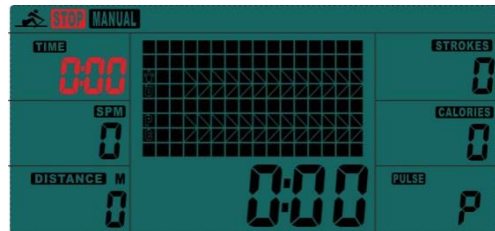
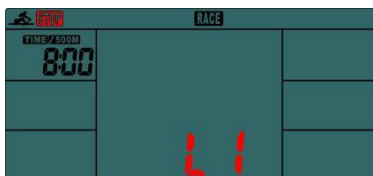

Fig.3
Fig.4
(1) MANUAL (Fig.3):
- A. Efter att ha valt MANUAL-läget, tryck på (UP) för att ställa in träningstiden. Tryck på ENTER för att bekräfta. Tryck sedan på (UP) för att välja DISTANCE, STROKES, CALORIES, PULSE och TIME. Du kan inte välja målvärden för både TIME och DISTANCE i samma session.
- B. Tryck på START för att starta träningspasset. STOP-ikonen försvinner från skärmen. Tryck på (UP) eller (DOWN) för att välja funktioner.
(2) RACE (Fig.4):